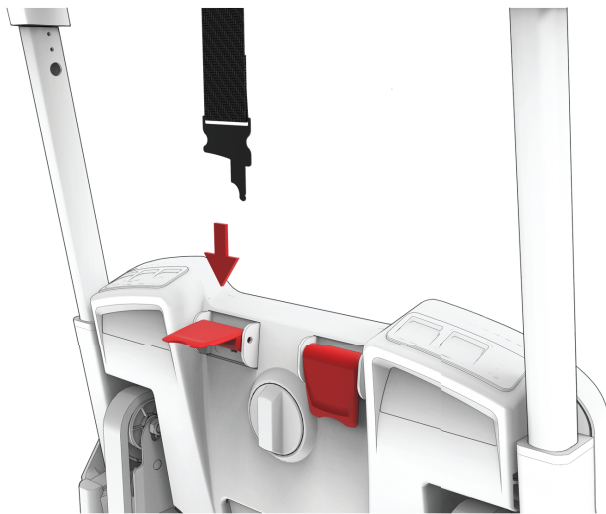
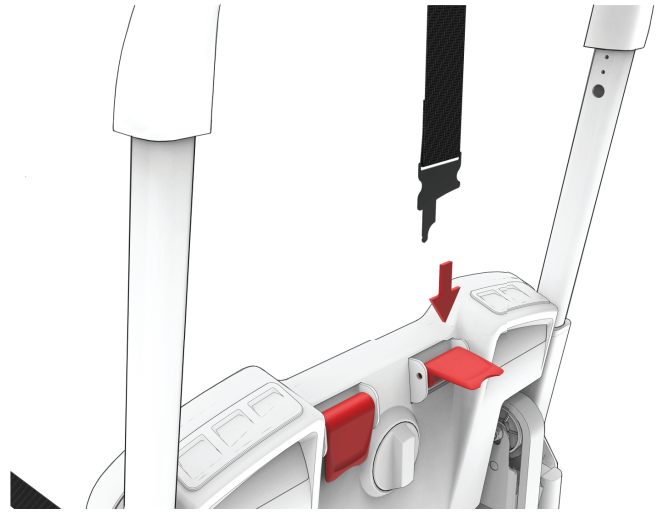

Figure 23 – Sangle d'épaule, côté gauche du patient
Figure 24 – Sangle d'épaule, côté droit du patient
5. Enrouler la sangle d'épaule droite du patient sur le relève-buste de la chaise et sous la barre d'appui (Figure 23 et Figure 24). Soulever la came du RCP du côté droit du patient, puis insérer le clip d'épaule et le tirer à travers la came du SRP.